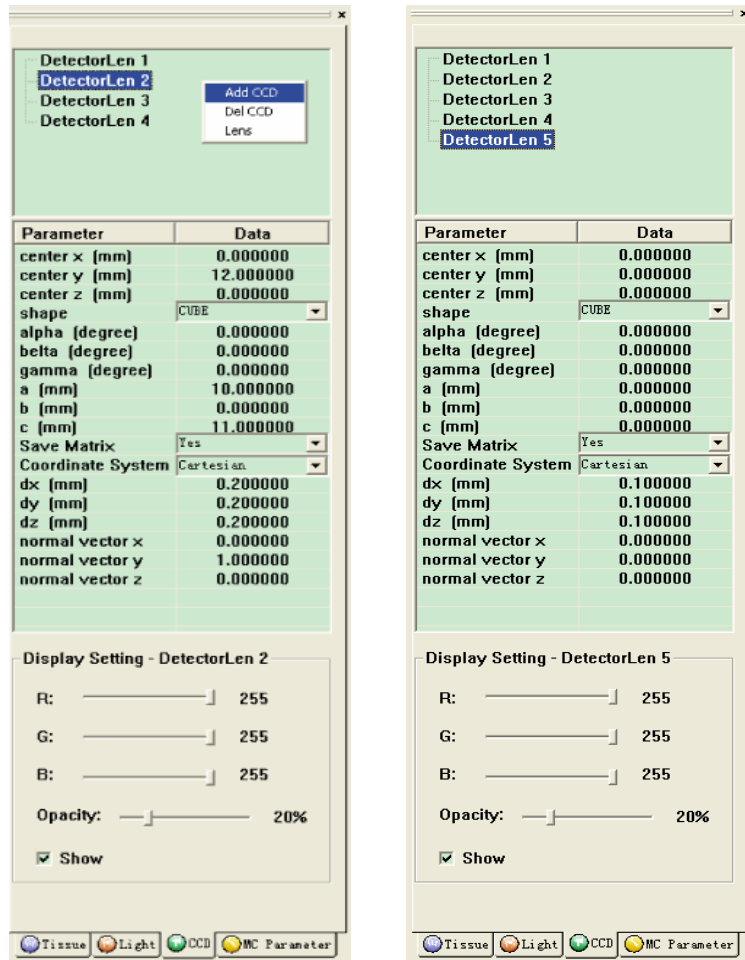

图 12-7. 添加 CCD 探测器
c. CCD 列表：上部显示所有探测器，点击某探测器，下部列表显示其位置和形状参数，用户可进行修改。右击某探测器可添加探测器、删除该探测器，或设置该探测器是否具有透镜及透镜信息（如图 12-7、12-8、12-9）。